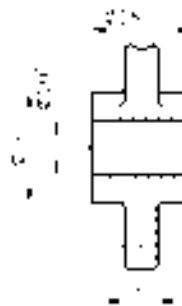

图 6-58 标注另一个公差尺寸
10) 单击“标注”工具栏中的“线性”按钮 $\square$ ，标注另一个公差尺寸，结果如图 6-58 所示。该公差尺寸有两个地方不符合实际情况：一是前面多了一个直径符号 $\phi$ ，二是公差数值不符合实际公差系列中查阅的数值，所以需要修改。